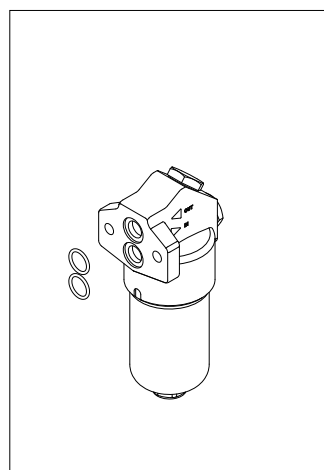

fig. 18
- (Fig. 18) Sostituire gli O-ring del manifold